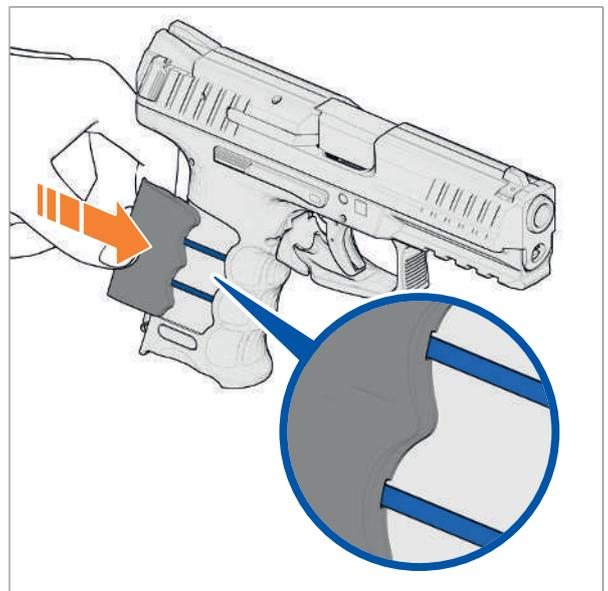

Abb. 27: Griffschalen in die Führungen schieben
1. Griffschalen von hinten nach vorne in die Führungen des Griffstücks schieben (Abb. 27).